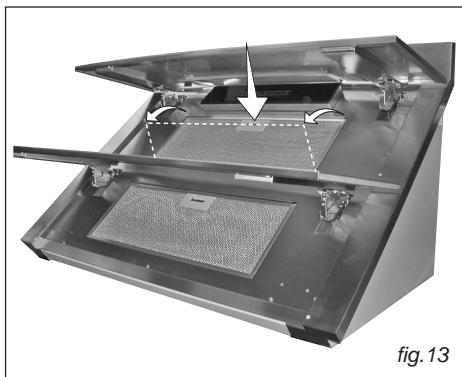

fig. 13
• Démontage du filtre à graisse (fig.13)
Enlever le filtre à graisse en poussant l'arrêt et en le faisant tourner vers l'extérieur (Fig.13).